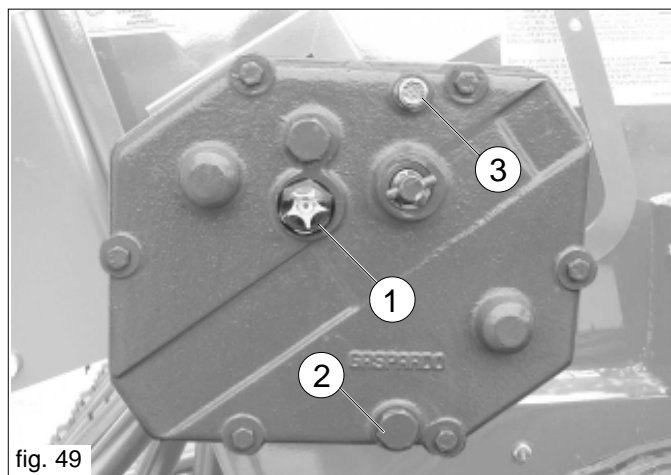

fig. 49
- Verificare il livello di olio nella scatola cambio, eventualmente ripristinarlo fino al livello (1 Fig. 49). Nell'eseguire il ripristino, è consigliabile usare lo stesso tipo di olio (ACER 22).
- tappo scarico olio, 2 Fig. 49;
- tappo carico olio, 3 Fig. 49.